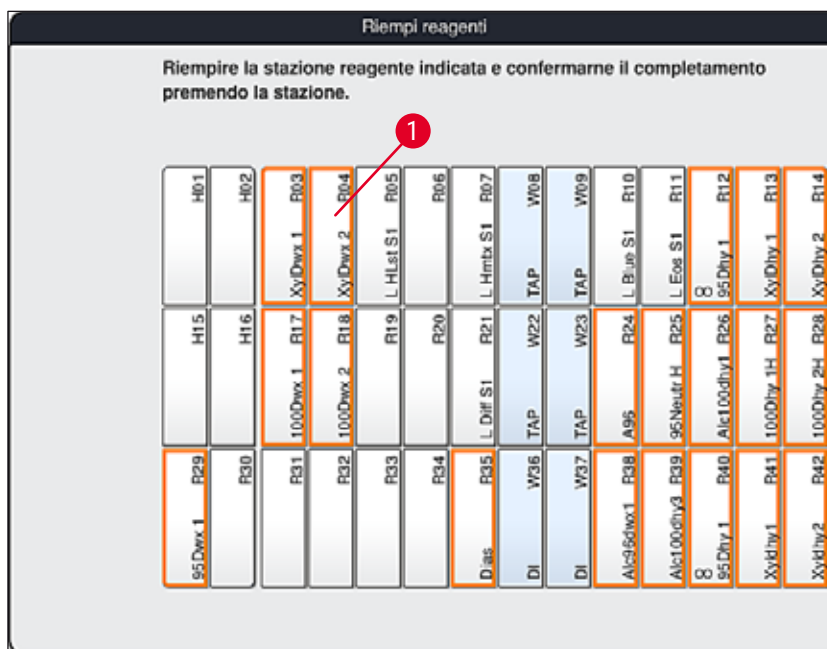

Fig. 55
2. Nella nuova finestra **Riempi reagenti** (→ "Fig. 55") le stazioni da riempire sono contrassegnate in arancione (→ "Fig. 55-1").
Solo i reagenti personalizzati e quelli aggiunti dei programmi di colorazione Leica sono visualizzati e contrassegnati in arancione (→ "Fig. 55"). I reagenti del kit reagenti Leica vengono scansionati successivamente (→ p. 81 – Riempimento del kit reagenti Leica).